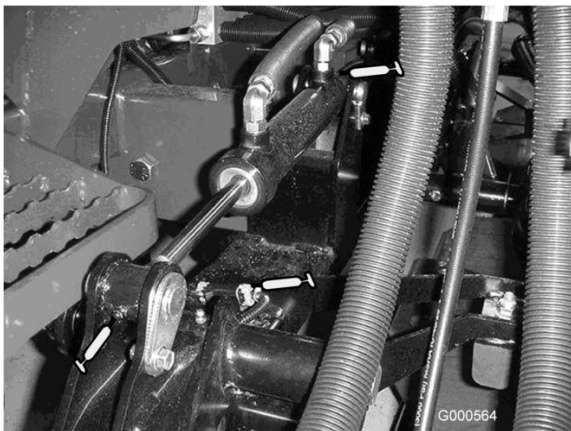

Bild 24
- Hubarmbüchsen (1 pro Mähwerk) (Bild 24)
- Hubzylinderbüchsen (2 pro Mähwerk) (Bild 24)